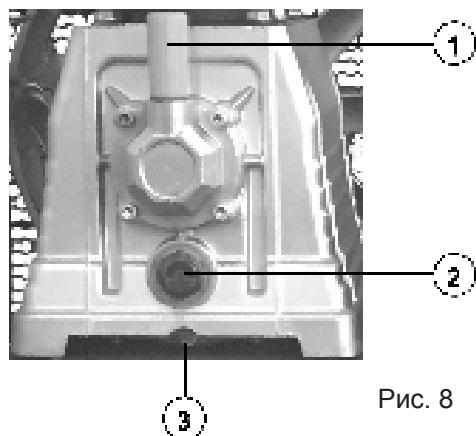

Рис. 8
- 1.Открутить сапун 1 (Рис. 8). Сапун закрывает маслозаливное отверстие.
- 2.Подставить под пробку маслосливного отверстия сборную емкость и открутить пробку маслосливного отверстия 3 (Рис. 8)